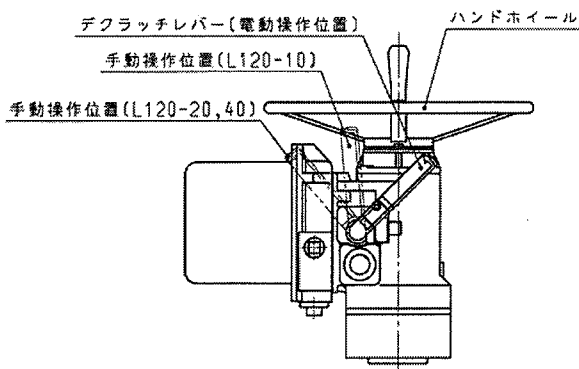

図3
3.6.1 手動操作(図3を参照してください。)
3.6.2 電動操作への復帰(図3を参照してください。)